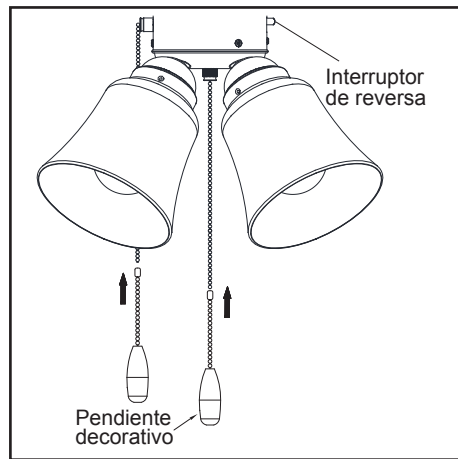

Figura 16
8. Fija las extensiones de las cadenas para halar a las cadenas de los interruptores de las luces y del ventilador (Figura 16)
Este ventilador se envía desde la fábrica con el interruptor de reversa en posición de hacer circular el aire hacia abajo. Si deseas dirigir la corriente de aire en sentido contrario, apaga el ventilador y espera que las aspas se detengan; enseguida desliza el interruptor de reversa (ubicado en la caja del interruptor, ver figura 16) hacia la posición opuesta y vuelve a prender el ventilador. Las aspas del ventilador girarán en sentido contrario e invertirán el flujo del aire.